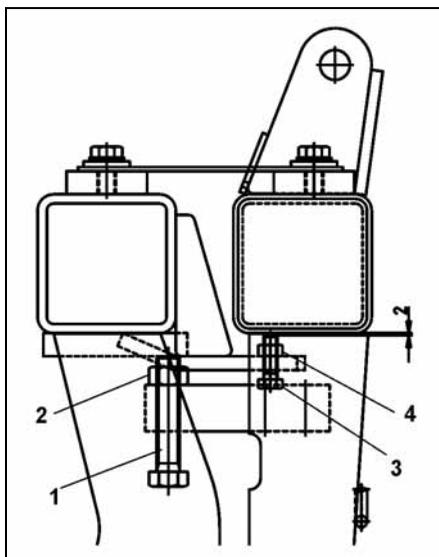

Fig. 42
La vis de mesure (Fig. 42/1) est située au centre, sous le châssis de l'épandeur, dans la cellule de pesée.
- Desserrer le contre-écrou (Fig. 42/2).
- Régler la vis de mesure (Fig. 42/1).
- Serrer le contre-écrou (Fig. 42/2).
Régler les vis de limitation (Fig. 42/3) avec un jeu de 2 mm, comme le montre la figure.
- Desserrer le contre-écrou (Fig. 42/4).
- Régler les vis de limitation (Fig. 42/3).
- Serrer le contre-écrou (Fig. 42/4).